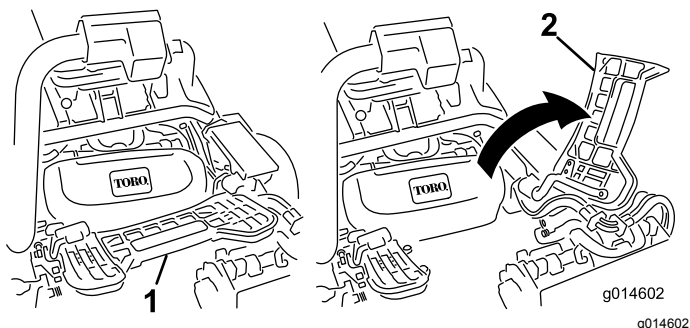

Figure 45
1. Relevez le repose-pieds pour accéder à la position de l'unité de coupe centrale (Figure 45).